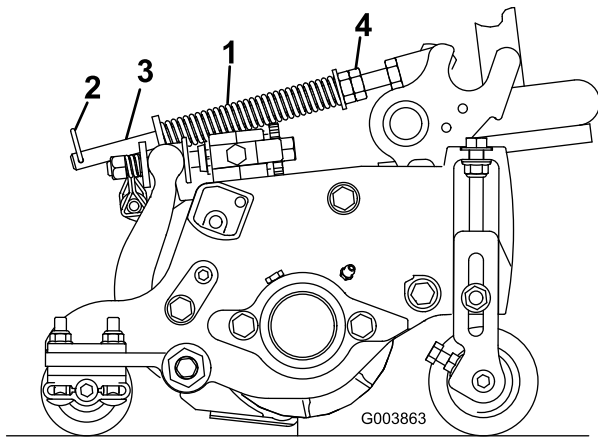

Bild 17
1. Stellen Sie sicher, dass der Lastösenbolzen in das hintere Loch in der Federstange eingesetzt ist (Bild 17).
2. Ziehen Sie die Sechskantmuttern vorne an der Federstange an, bis die komprimierte Länge der Feder 15,9 cm beträgt (Bild 17).
Hinweis: Wenn die Schneideinheit von der Maschine abgenommen werden muss, versetzen Sie den Splint in das vordere Loch in der Federstange (Bild 17). Stellen Sie sicher, dass der Splint wieder in das hintere Loch in der Federstange gesetzt wird, wenn die Schneideinheit wieder an der Maschine montiert ist.